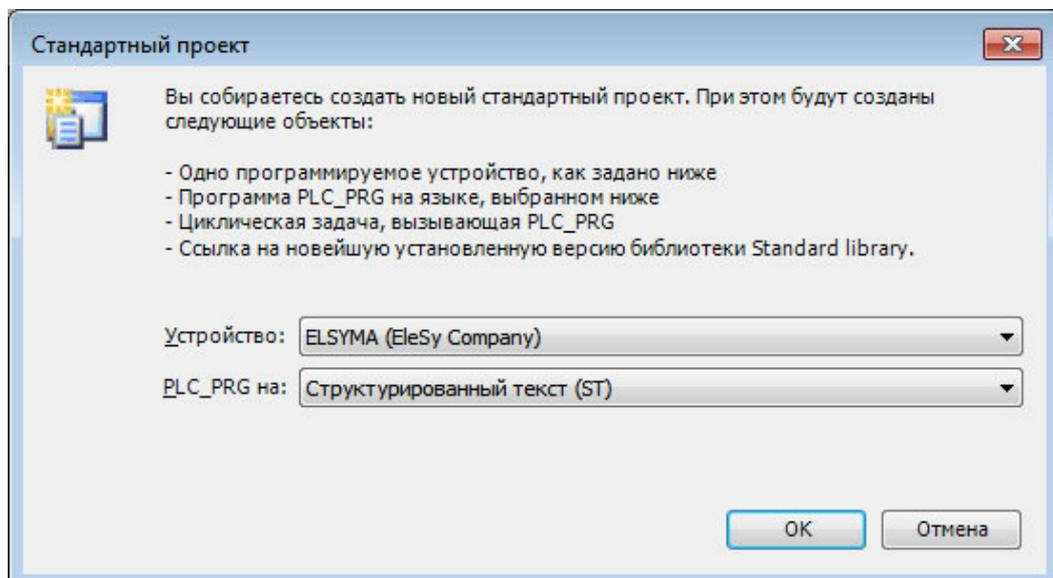
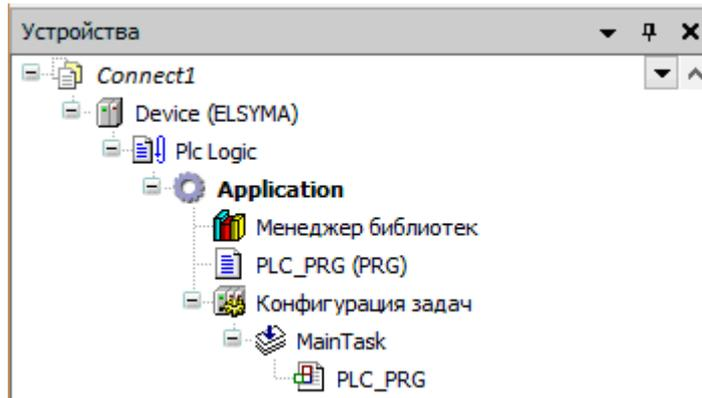

Рисунок 3.3 – Настройка стандартного шаблона проекта
Рисунок 3.4 - Дерево объектов проекта
4. В окне «**Стандартный проект**» в списке **Устройство:** выбрать контроллер – *ELSYMA (EleSy Company)*, в списке **PLC\_PRG на:** – язык реализации основного программного компонента – *Структурированный текст (ST)* (рисунок 3.3). Нажать кнопку «**ОК**». Созданный проект отображается в области **Устройства** в виде дерева объектов (рисунок 3.4)